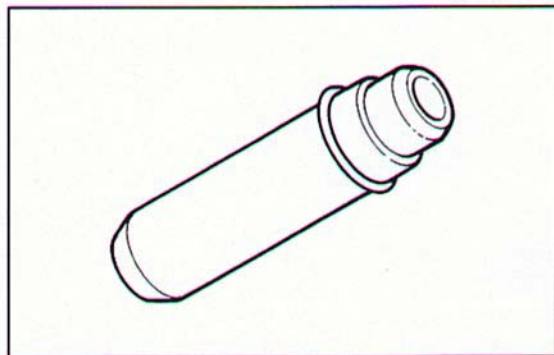

Fig. 197 ▼
- sempre con la testa a 180°C circa, montare le nuove guide complete di anello di fermo (Fig. 197);
- with the head still at 180°C, fit the new guides complete with circlip (Fig. 197);